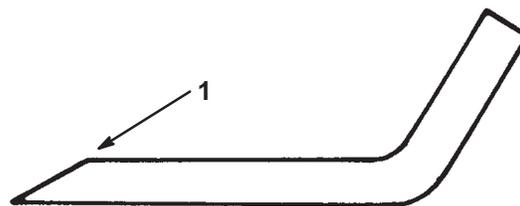

Figure 20
1. Au moyen d'une lime, aiguisiez les tranchants aux deux extrémités de la lame (Fig. 20) en veillant à conserver l'angle de coupe d'origine. Limez la même quantité de métal sur chacun des deux tranchants pour ne pas déséquilibrer la lame.